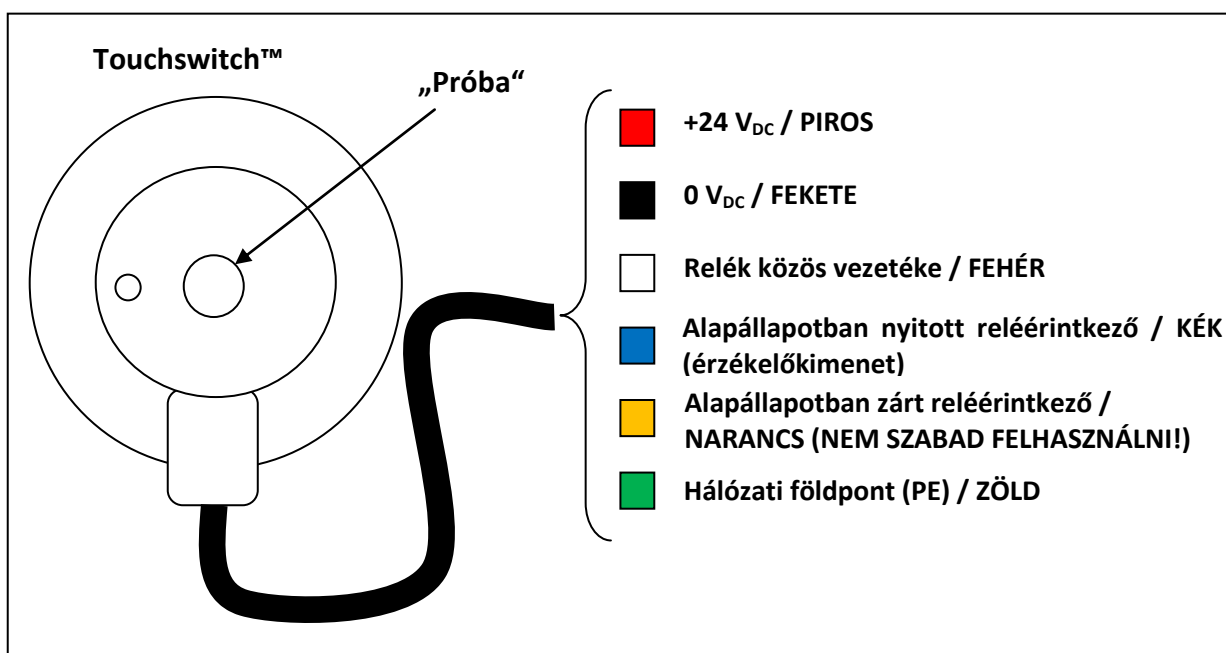

Figura 7 – TouchSwitch™ érintőkapcsoló elektromos bekötése
- A szerelési eljárás illusztrálására lásd a 7. ábrát Figura 7